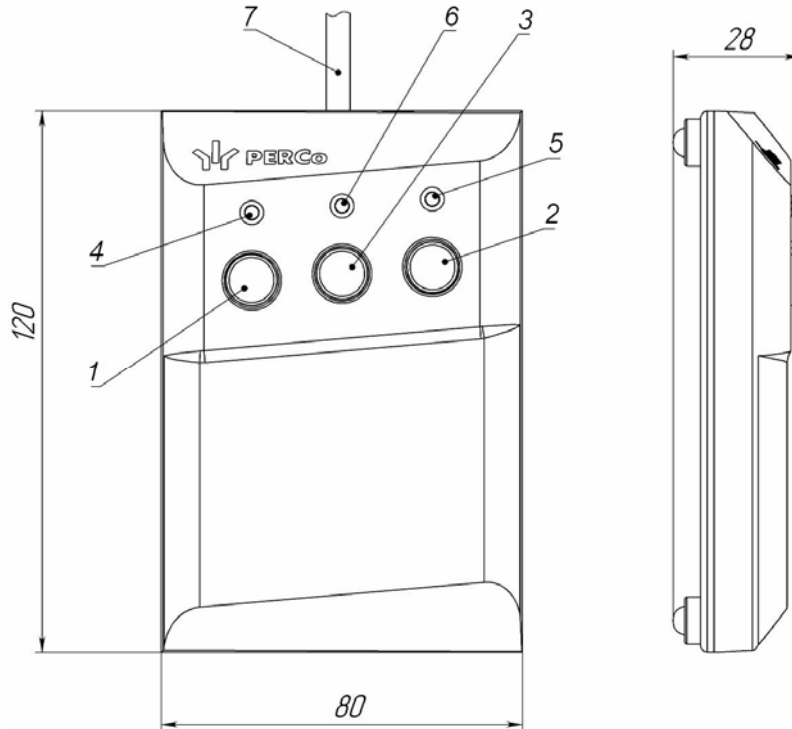
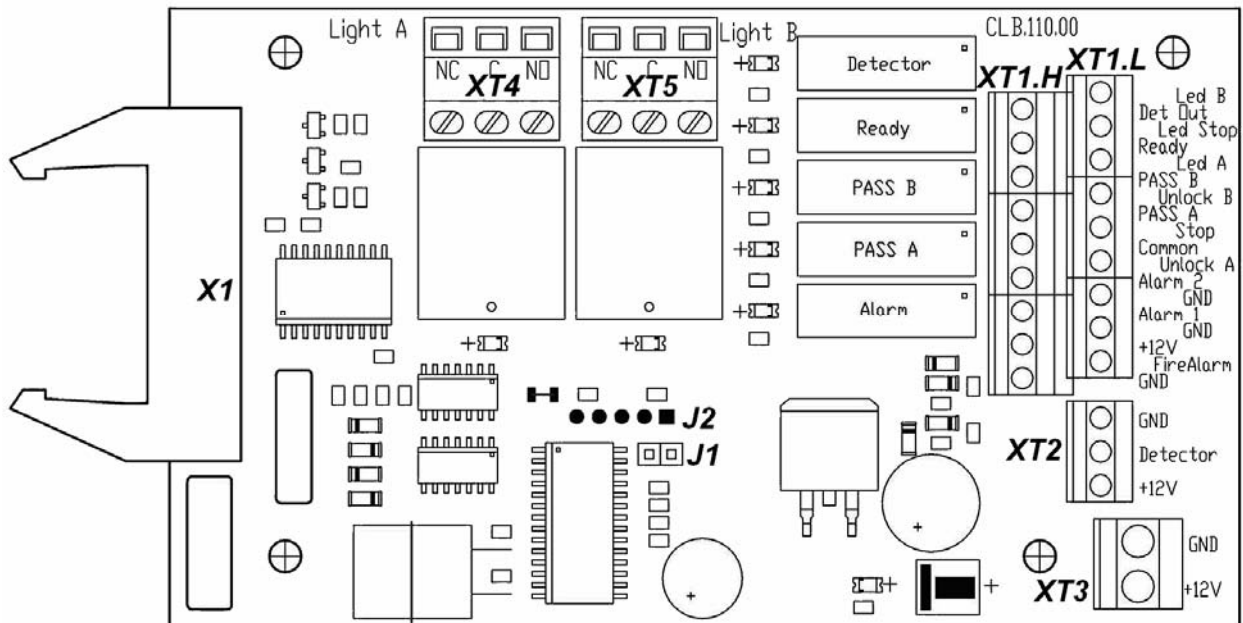
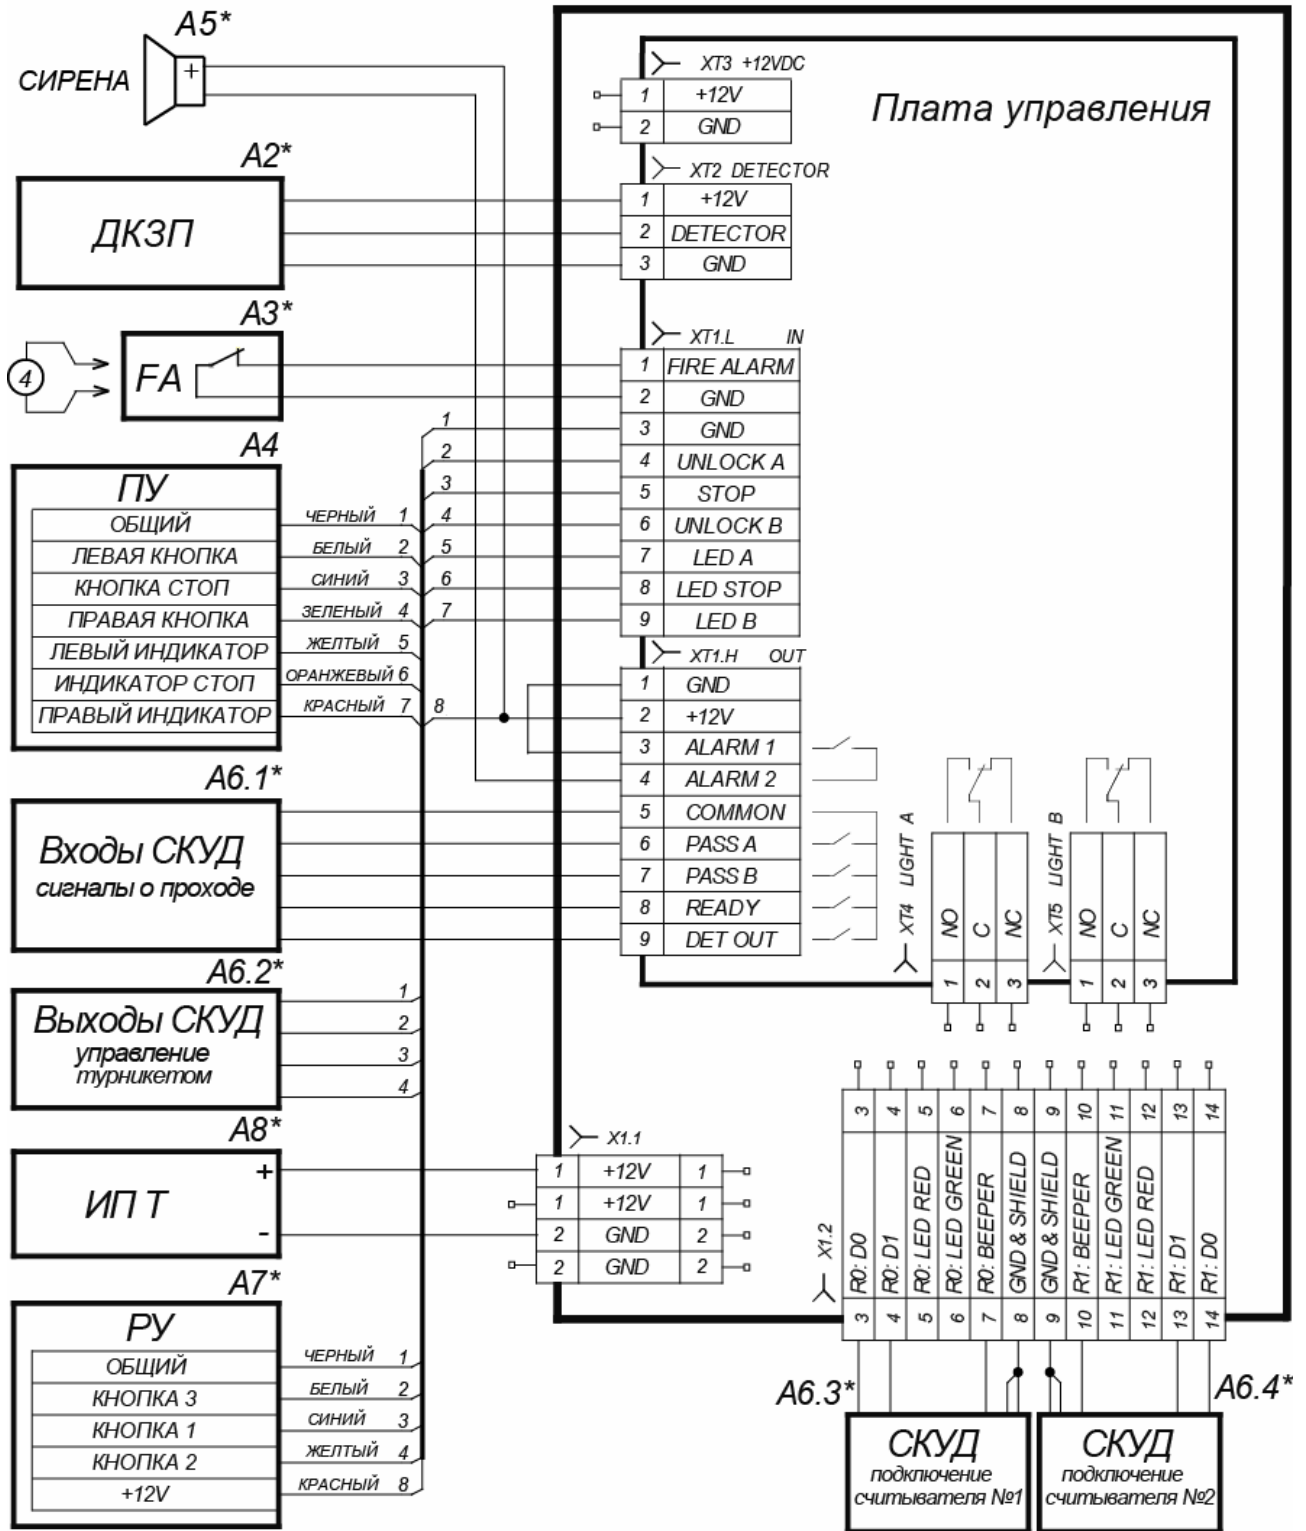

Рисунок 4. Общий вид и габаритные размеры ПДУ
Рисунок 5 Внешний вид платы управления
Рисунок 11. Схема подключения турникета и дополнительного оборудования¹
5.2.3 Внутри стойки расположен кронштейн с установленной платой **CLB.110** (*Control Logic Board*) (далее – *плата управления*) и клеммами для подключения внешних устройств. К плате управления подключаются: ПДУ, выходы контроллера СКУД, устройство РУ, ДКЗП, устройство для подачи команды аварийной разблокировки турникета *Fire Alarm* (далее – *устройство Fire Alarm*). На клеммы подключения внешних устройств выведены линии подключения источника питания, линии сигналов считывателей. Подключение внешних устройств производится в соответствии со схемой подключения турникета и дополнительного оборудования (см. рис. 11). Электрические соединения внутри турникета приведены на рис. 12. Плата управления изображена на рис. 5.
5.2.4 ПДУ выполнен в виде небольшого настольного прибора в корпусе из ударопрочного АБС пластика и предназначен для задания и индикации режимов работы при ручном управлении турникетом. ПДУ подключается к плате управления гибким многожильным кабелем (14) через клеммную колодку **XT1.L** (см. рис. 5). Общий вид ПДУ показан на рис.4.
На лицевой панели ПДУ расположены три кнопки для задания режимов работы турникета. Над кнопками расположены индикаторы. Средняя кнопка **STOP** предназначена для переключения турникета в режим «*Запрет прохода*». Левая и правая кнопки предназначены для разблокировки турникета в выбранном направлении. Изменить ориентацию ПДУ относительно установки стойки турникета (если на месте установки стойка обращена к оператору не лицевой, а тыльной стороной) можно, поменяв местами провода от ПДУ, подключаемые на контакты *Unlock A* и *Unlock B*, а также *Led A* и *Led B* соответственно (рис. 5 и 11).
5.2.5 На плате управления (см. рис. 5) расположены:
5.3.7 Обозначения установленных на плате управления клеммных колодок и назначение их контактов показаны на рис. 5 и на наклейке, аналогичной рис. 5, расположенной на внутренней поверхности крышки турникета.
5.4.3 Реле *PASS A* (контакты *PASS A* и *Common*), *PASS B* (контакты *PASS B* и *Common*), *Ready* (контакты *Ready* и *Common*), *Detector* (контакты *Det Out* и *Common*) и *Alarm* (контакты *Alarm 1* и *Alarm 2*) имеют нормально-разомкнутые контакты. При этом общий для этих реле контакт *Common* не соединен с минусом источника питания турникета. В исходном (неактивном) состоянии при включенном питании контакты реле *PASS A*, *PASS B*, *Ready* и *Detector* замкнуты (на обмотку реле подано напряжение), а контакты реле *Alarm* разомкнуты (напряжение на обмотку реле не подано). Факт срабатывания/отпускания реле *PASS A*, *PASS B*, *Ready*, *Detector* и *Alarm* можно определить по загоранию/гашению красных индикаторов, которые установлены вблизи указанных реле (см. рис. 5).
5.9.2 Подключение ДКЗП производится к клеммной колодке **ХТ2**, а сирены – к клеммной колодке **ХТ1.Н** платы управления согласно схеме электрических соединений (см. рис. 11 и рис. 5). ДКЗП должен иметь нормально-замкнутые контакты. Если ДКЗП не подключен, то необходимо установить перемычку между
На контакты *Det Out* и *Common* клеммной колодки **XT1.H** платы управления (см. рис. 5) всегда транслируется сигнал о текущем состоянии ДКЗП.
5.9.3 Подключение устройства *Fire Alarm* производится к клеммной колодке **XT1.L** платы управления согласно схеме электрических соединений (см. рис. 11 и рис. 5). Если вход *Fire Alarm* не используется, то необходимо установить перемычку между контактами *Fire Alarm* и *GND*. При поставке данная перемычка установлена.
- 4 Демонтируйте заглушки стойки (11), открыв замки (12).
- 7 Снимите крышку турникета (3), открыв ключом замок (4, см. разд. 6).
- 8 Подключите кабель питания (15) к выносной клеммной колодке **X1.1** (см. рис. 11). Подключите кабель (14) ПДУ (13) к клеммной колодке **XT1.L** на плате управления (см. рис. 5). Подключите при необходимости кабели от других устройств к соответствующим клеммным колодкам платы управления (см. рис. 5 и рис. 11).
- 9 Проверьте правильность и надежность всех электрических подключений. При помощи самоклеющихся площадок и не открывающихся стяжек из комплекта поставки закрепите все кабели. После подключения всех кабелей и закрепления стойки на полу установите на место крышку (3) (см. разд. 6) и заглушки стойки (11) в порядке, обратном снятию.
- 10 Для установки в рабочее положение преграждающих планок снимите с поворотного механизма крышку (6), отвернув винт М4×25. Отверните болт М8×30, установленный на преграждающей планке (5). Установите преграждающую планку в соответствующее посадочное место и зафиксируйте
Подключение контроллера к плате управления турникета производится в соответствии с рис. 11.
Передача данных от считывателей осуществляется по интерфейсу *Wiegand*. Подключение считывателей к контроллеру СКУД необходимо производить экранированным кабелем в соответствии с рис. 11.